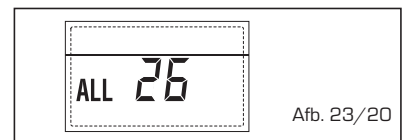

Afb. 23/19
- STORING HULPSONDE (S3) "ALL 26" (Afb. 23/20)